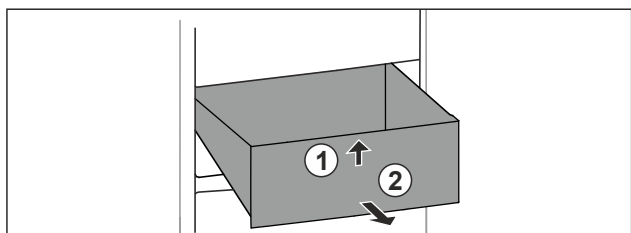

Fig. 105
- ▶ Приподнимите выдвижной ящик спереди. Fig. 105 (1)
- ▶ Извлеките выдвижной ящик движением вперед. Fig. 105 (2)